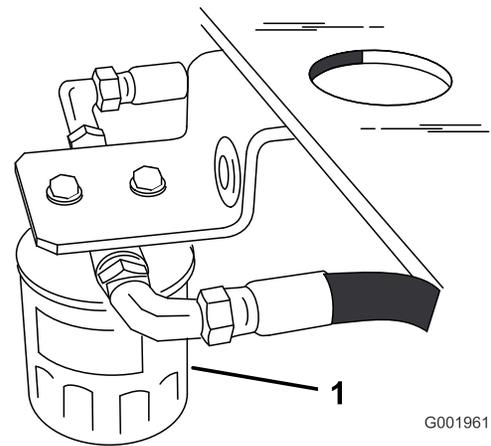

Figura 60
3. Localice el filtro debajo del depósito de combustible, y coloque un recipiente debajo del filtro (Figura 60).